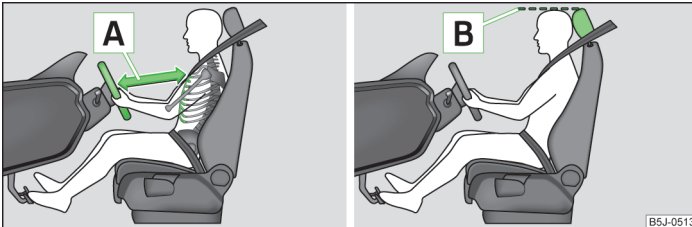

Abb. 109 Der richtige Abstand des Fahrers zum Lenkrad / richtig eingestellte Kopfstütze
- Das Lenkrad so einstellen, dass der Abstand zwischen Lenkrad und Brustbein mindestens 25 cm beträgt » Abb. 109.
- Die Kopfstütze so einstellen, dass die Oberkante der Kopfstütze sich möglichst auf einer Höhe mit dem oberen Teil Ihres Kopfes befindet » Abb. 109 auf Seite 131 » Seite 131.
- Die Kopfstütze so einstellen, dass die Oberkante der Kopfstütze sich möglichst auf einer Höhe mit dem oberen Teil des Kopfes befindet » Abb. 109 auf Seite 131 » Seite 131.